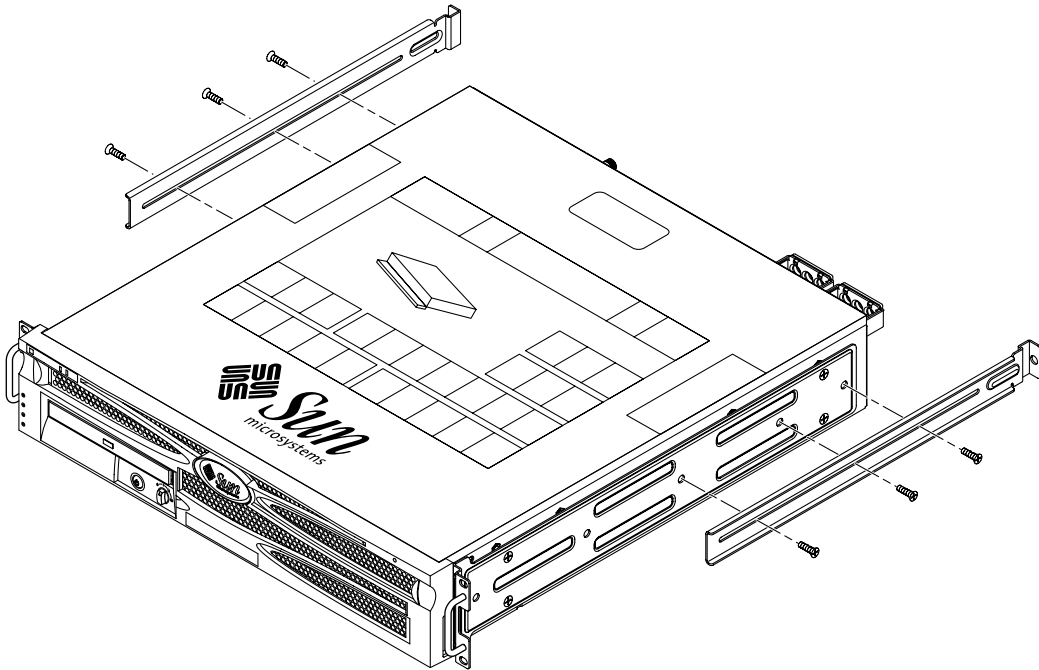

BILD 3-3 Skruva fast de bakre monteringskenorna
5. Installera de bakre monteringskenorna, dra ut monteringskenorna till rackets uppmätta djup (BILD 3-3).